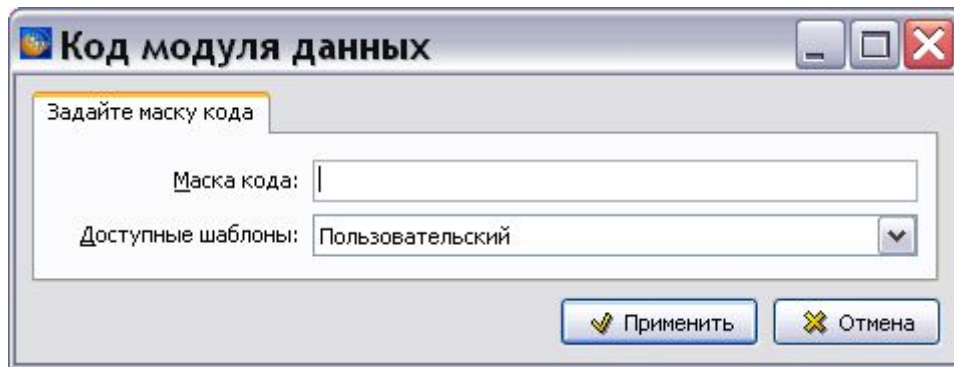

Рис. 8.234
4. В окне **Анализ** нажмите на кнопку **Применить**. После этого появится окно **Код модуля данных** (Рис. 8.234).